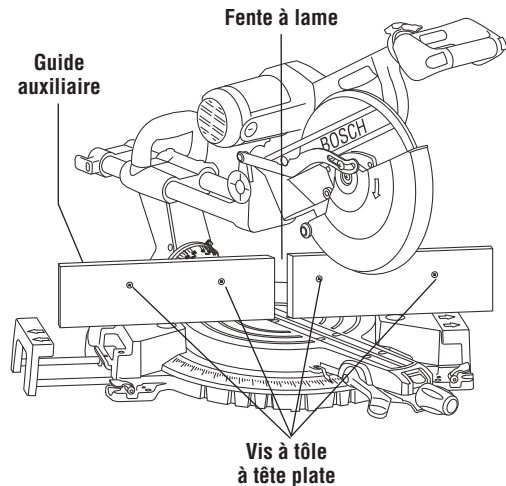

Figure 24. Guide auxiliaire
1. Placez une pièce de bois contre le guide de la scie à onglet (Figure 24). (Le bois peut avoir une hauteur maximum de 4 1/2 po.). Assurez-vous que la tête ne gêne pas le guide auxiliaire.